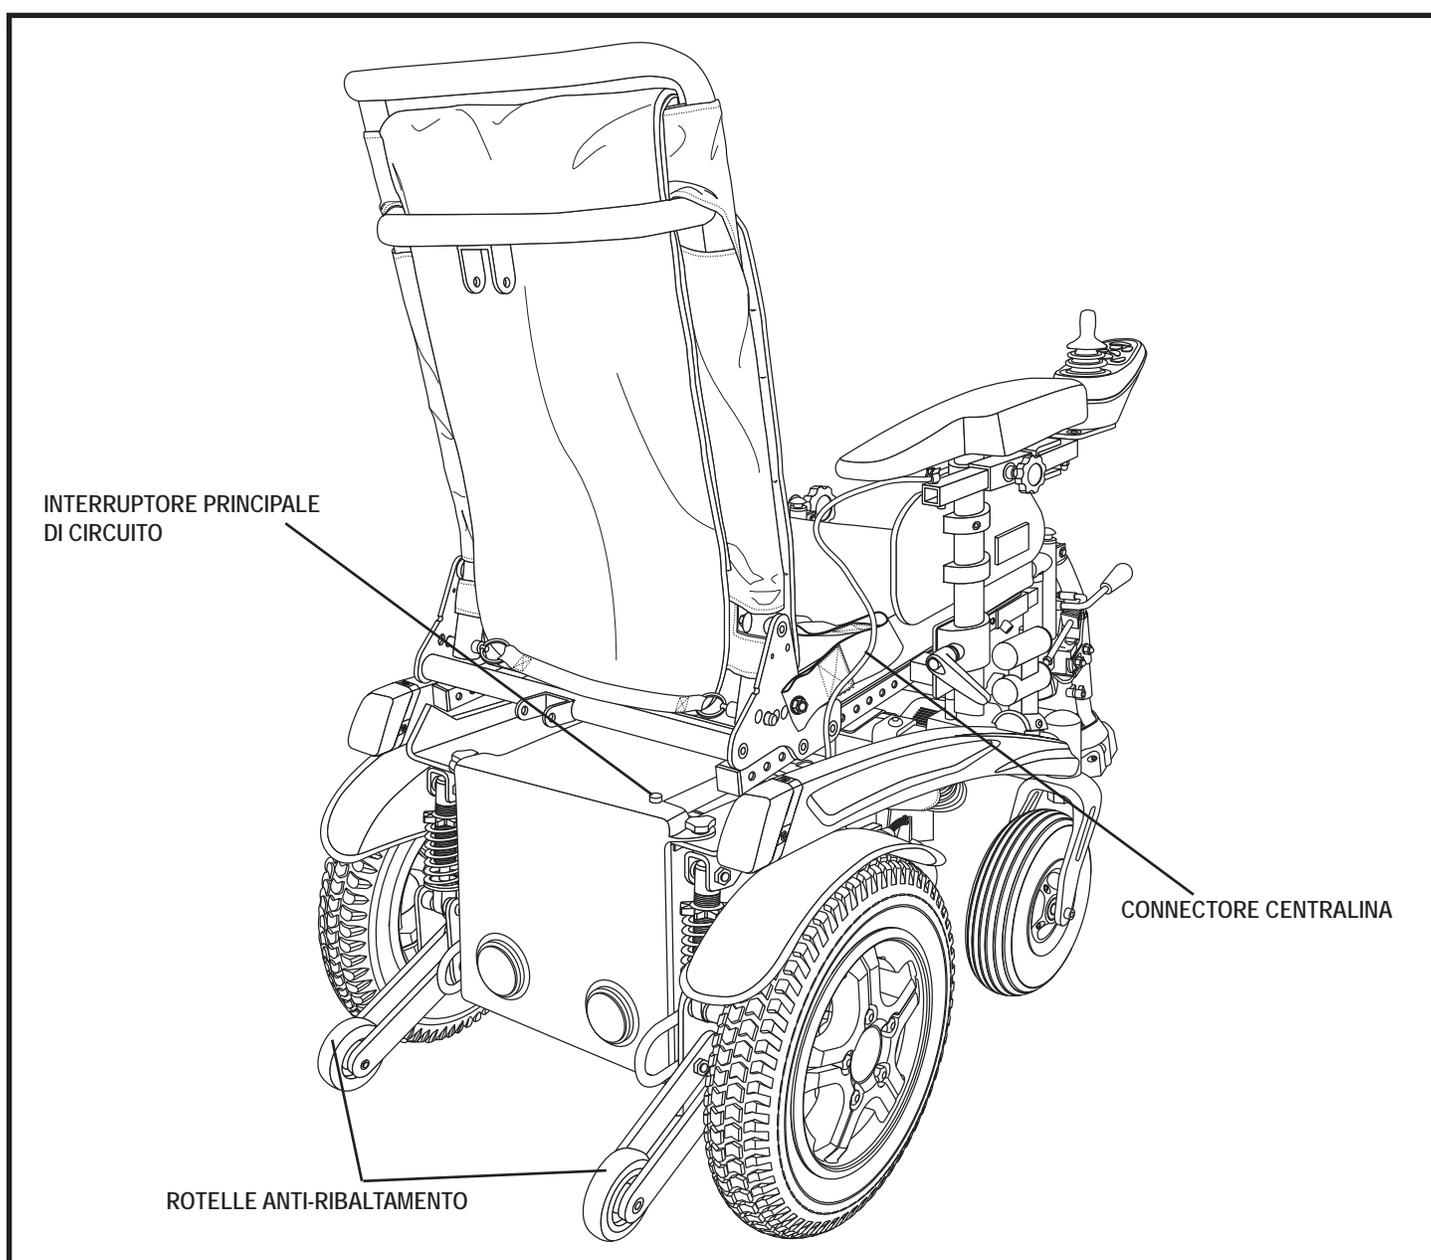

Figura 2. La base di alimentazione della Fusion
I componenti elettrici si trovano sulla parte anteriore della base. **Vedere le figura 2.**
**Interruttore del circuito principale:** L'interruttore del circuito principale è una funzione di sicurezza incorporata nella Carrozzina. Quando le batterie e i motori sono sollecitati pesantemente (per esempio da carichi eccessivi), l'interruttore del circuito principale scatta per prevenire danni ai motori e ai componenti elettronici. Se il circuito scatta, lasciare "riposare" la Carrozzina per circa un minuto. Quindi premere il pulsante dell'interruttore di circuito, accendere il controllore e proseguire il normale uso. Se l'interruttore del circuito principale continua a scattare, contattare il rivenditore Quantum Rehab. **Vedere le figura 2.**
**Connettore della centralina:** È il punto in cui la centralina si collega alla base elettronica. Il connettore della centralina si trova sulla parte anteriore della base di alimentazione. **Vedere la figura 2.**